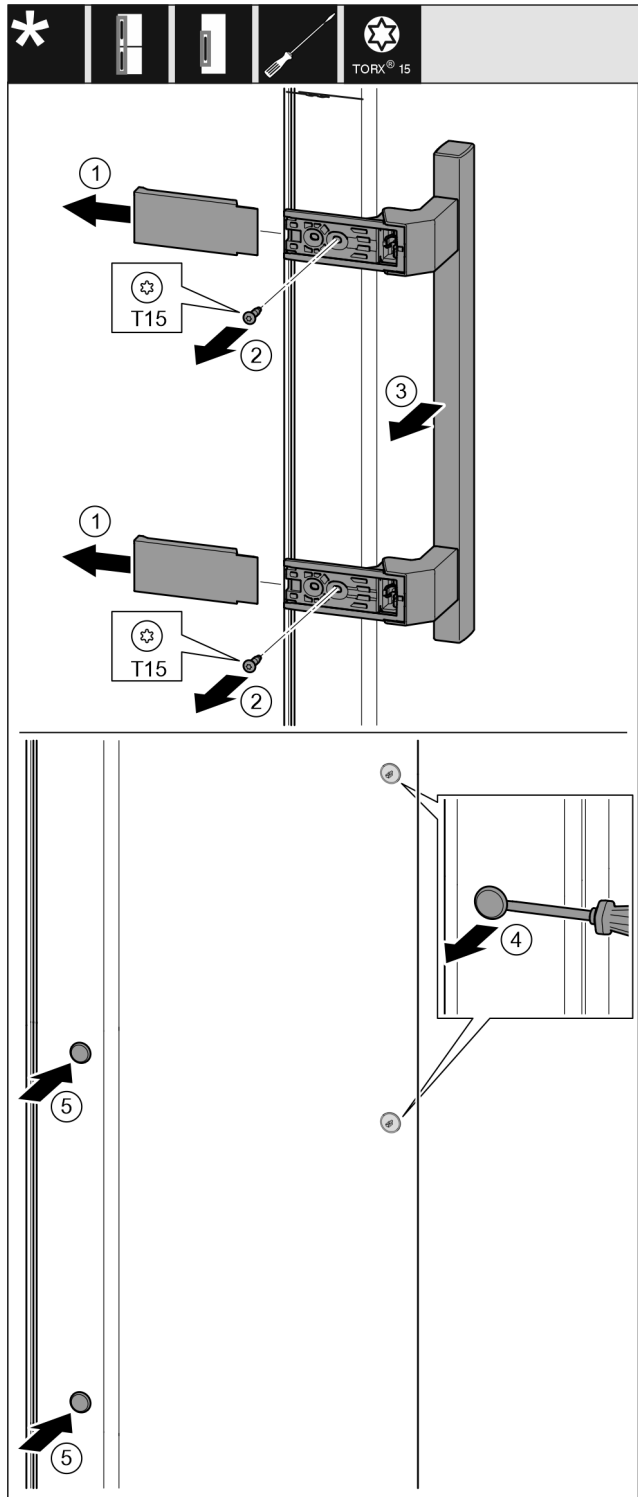

Fig. 16
- Stáhněte kryt. Fig. 16 (1)
- Šroubovákem Torx 15 vyšroubujte šrouby. Fig. 16 (2)
- Sejměte madlo. Fig. 16 (3)
- Postranní zátku opatrně plochým šroubovákem nadzvedněte a vytáhněte. Fig. 16 (4)
- Zátku opět vložte na druhé straně. Fig. 16 (5)